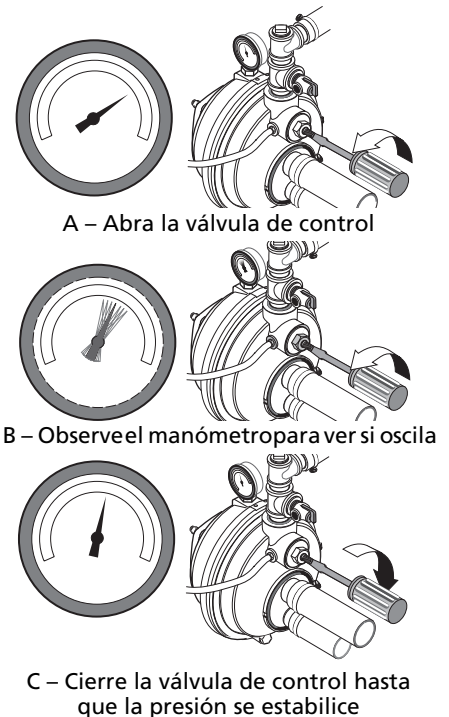

Figura 17 – Ajuste la Válvula de Control
- Cuando la presión haya aumentado y se haya estabilizado en aproximadamente 50 psi, abra lentamente la válvula de control (véase la Figura 17) y deje que la presión caiga hasta que la aguja del manómetro comience a oscilar. Cuando la aguja oscile, cierre la válvula lo suficiente para detener la oscilación (véase la Figura 17). Su bomba ahora está funcionando en su punto más eficiente.